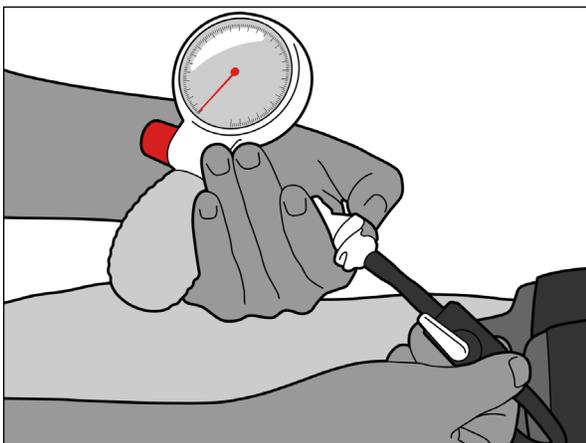

Fig. 21
2. Desconecte el accesorio de desconexión rápida pulsando el botón gris situado en este (Fig. 21).